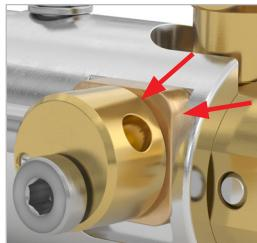

Abbildung 13
- ▶ Bringen Sie einen dünnen Film des WEH® Schmiermittel zwischen den Exzentern (roter Pfeil, Abbildung 13 und Abbildung 14) auf.